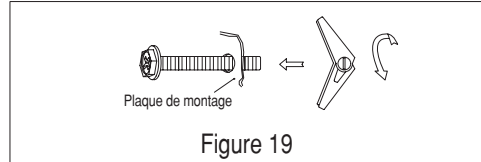

Figure 19
- Insérez les boulons à travers la plaque de montage aux emplacements déterminés et ajoutez les ailettes à ressort. Voir la figure 19.